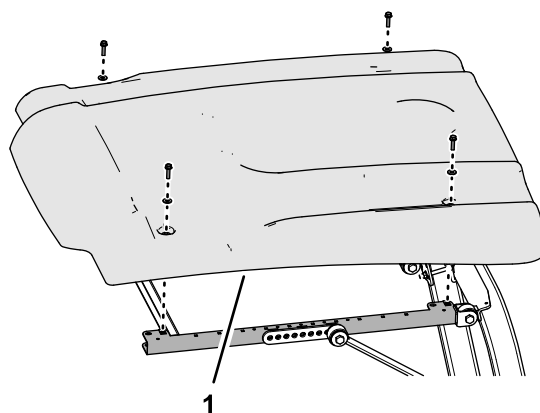
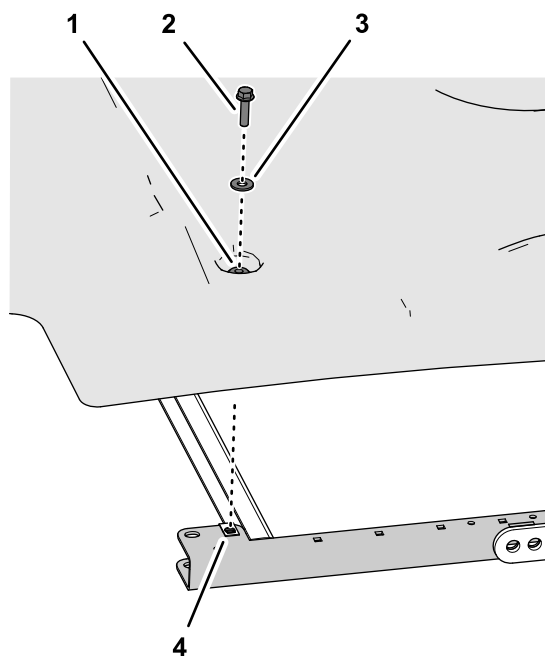

Figura 1
Figura 2
1. Remova os quatro parafusos de cabeça flangeada (5/16 x 1¼ pol.) e quatro anilhas (5/16 pol.) que prendem o toldo aos canais da estrutura lateral (Figura 1 e Figura 2).
2. Remova o toldo da máquina (Figura 1).